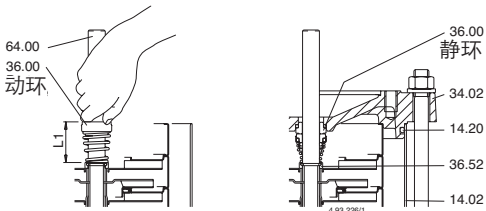

图5 插入机械密封
5. 取下螺丝(61.07)和笼型支架(32.00),其和轴承(66.00)及联轴器(64.22)作为整体从上端盖(34.02)顺轴(64.00)抽出(图5)。
检查安装前后的长度并把动环升起与到与原始长度(L1 图5)一致。